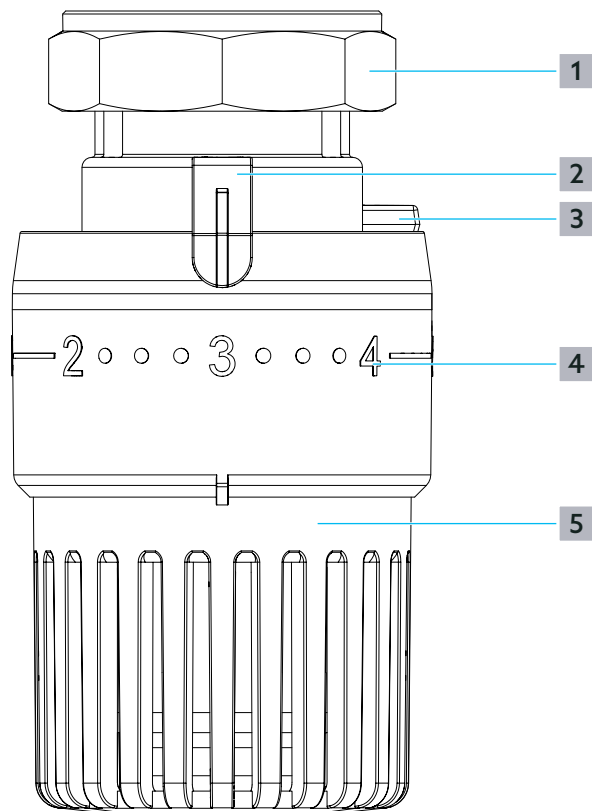

Fig. 1: Conception
- 1** Tourner la poignée manuelle (position **5** sur la Fig. 1 en page 5) dans le sens inverse des aiguilles d'une montre jusqu'à ce que le chiffre « 5 » (position **4** sur la Fig. 1 en page 5) soit en face du trait de repère (position **2** sur la Fig. 1 en page 5). Le poussoir dans la tête thermostatique est ainsi complètement retiré.
- 3** Visser la tête thermostatique sur le filetage du robinet thermostatique à l'aide de l'écrou d'accouplement (position **1** sur la Fig. 1 en page 5). Serrer l'écrou d'accouplement à fond.
- Pour régler la température ambiante souhaitée, tourner la poignée manuelle (position **5** sur la Fig. 1 en page 5) jusqu'à ce que le chiffre souhaité (position **4** sur la Fig. 1 en page 5) soit en face du trait de repère (position **2** sur la Fig. 1 en page 5).
Pour le réglage de la température ambiante souhaitée, la tête thermostatique possède deux éléments de limitation (position **3** sur la Fig. 1 en page 5) à l'aide desquels la zone de confort peut être définie individuellement.